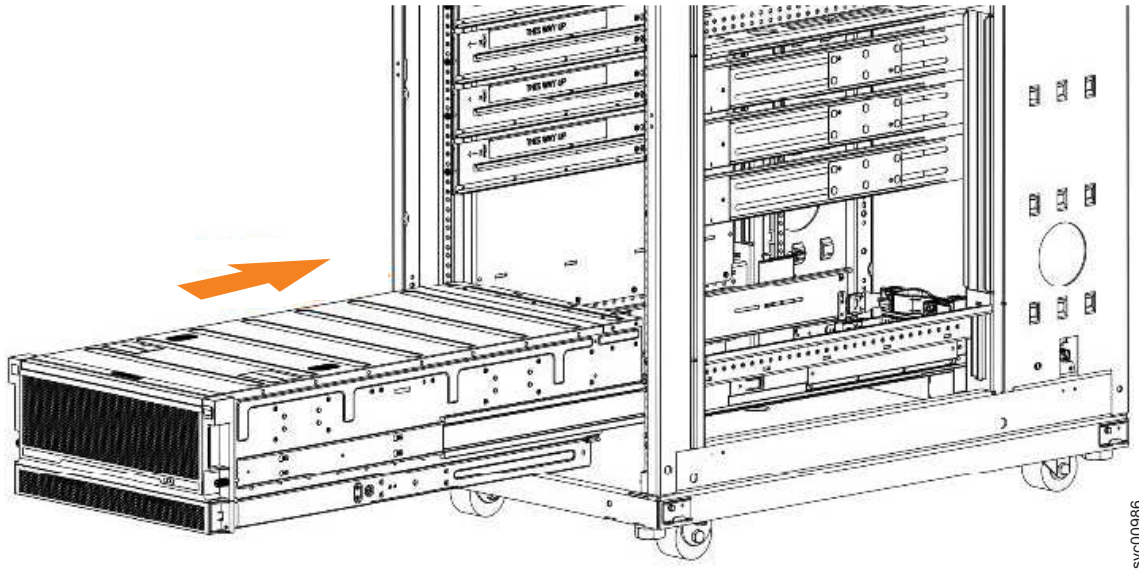

Figura 60. Instalación de ejemplo del alojamiento en el bastidor
- Instale el alojamiento de expansión en la posición más baja del bastidor. La Figura 60 muestra un ejemplo.